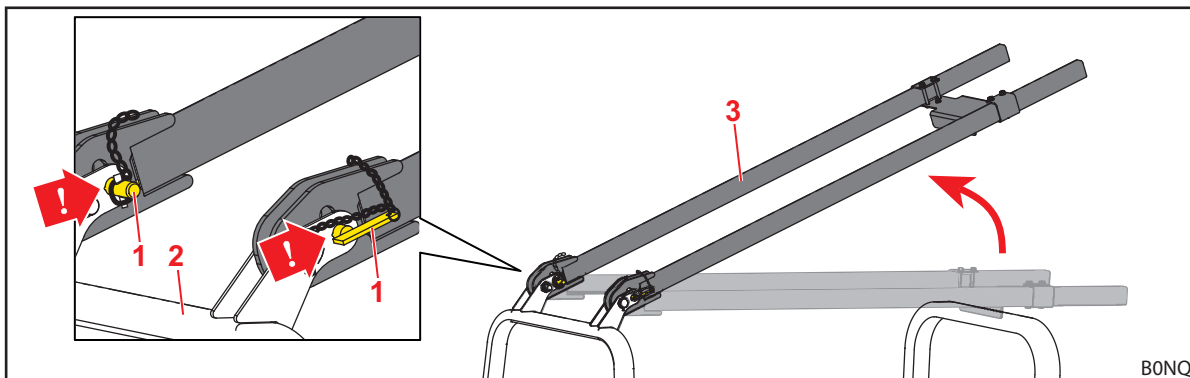

Fig. 33 Travessa levantadas e fixadas nos orifícios inferiores
- (1) Prender as travessas longas nos orifícios inferiores.
- Prender as travessas longas com os pinos nos orifícios inferiores (consulte Fig. 33).
- (2) Levantar a barra inferior (consulte a descrição para OPG sem travessas longas no início do capítulo).
- (3) Dobrar as travessas longas para baixo.